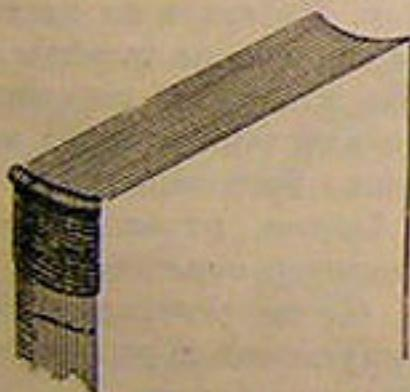

Рис. 53. Наклейка кантала
**Наклейка кантала.** Кантал—это полоска ткани, длиной равная толщине корешка блока, а шириной—12—16 мм, с рубчиком-утолщением с одной продольной стороны. Кантал наклеивают так, чтобы рубчик выступал за край корешка на свою толщину у верхнего и нижнего обрезов. Канталы скрывают своими рубчиками обрезку краев корешка, придают блоку дополнительную прочность в корешке и, кроме того, украшают книгу (рис. 53).